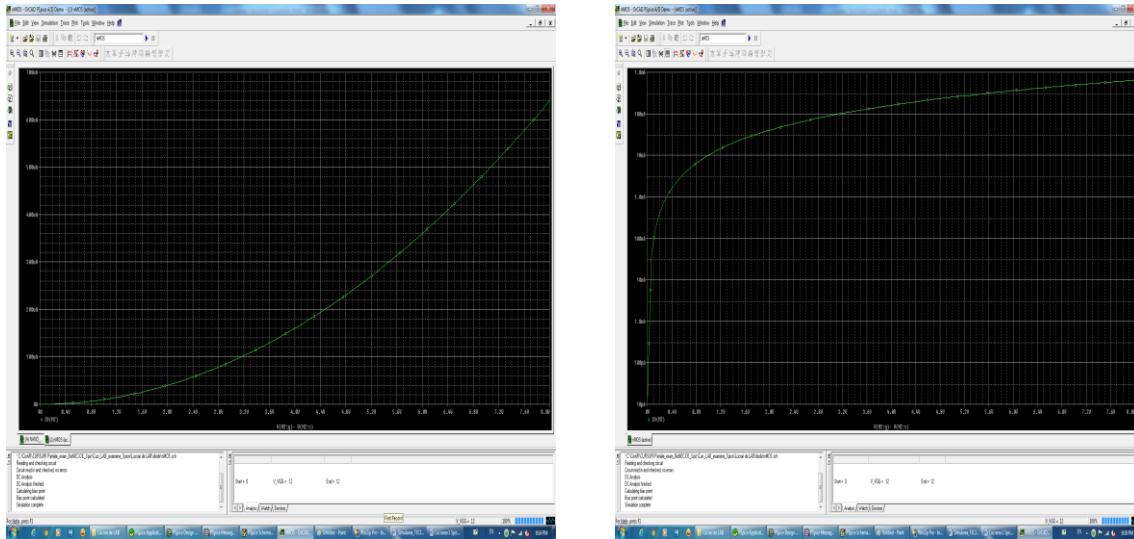

Fig. 3. Exemple de caracteristici de transfer simulate la scale liniare (stg-a) și log (dr-b).
TEMA 6. Se observă că I_D are valori nenule, practic de peste $1\mu A$, pentru $V_{GS} > V_T$ ceea ce este în concordanță cu legile tranzistorului TEC-MOS, (exemplu ca în fig. 3). NOTATI tensiunea de prag extrasă de pe curba simulată I_D - V_{GS} acolo unde I_D devine $1\mu A$. Apoi din psf citiți I_D , V_{GS} și utilizați modelul (1) pentru a extrage parametrul k_n . NOTATI deducerea lui k_n .
De fapt, putem vedea și caracteristica la scala log în fig. 3 (dr-b), pentru a observa fenomenul de "conductie sub prag".